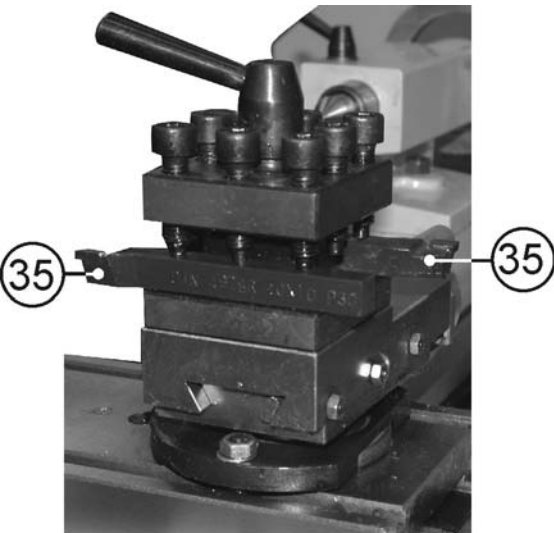

Рис.13
10.1.9. Для ускорения и удобства работы можно установить в резцедержателе (10) параллельно, но направленные в противоположные стороны головками, два резца (35), Рис.13, при условии, что оба резца (35) в резцедержателе (10) закрепляются тремя болтами (34), Рис.11.